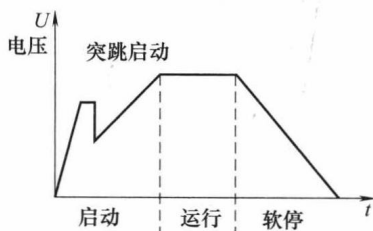

图 1-4 突跳启动特性曲线
④ 脉冲突跳启动功能。若负载在静止状态且具有较大阻力矩的状态下启动，可在斜坡软启动开始之前采用脉冲突跳启动。例如向电动机施加 95% 的额定电压、时间 0.5s，以克服电动机起步时的阻力矩。软启动器可提供 500% 额定电流的电流脉冲，调整时间范围为 0.4~2s。突跳启动的特性曲线如图 1-4 所示。